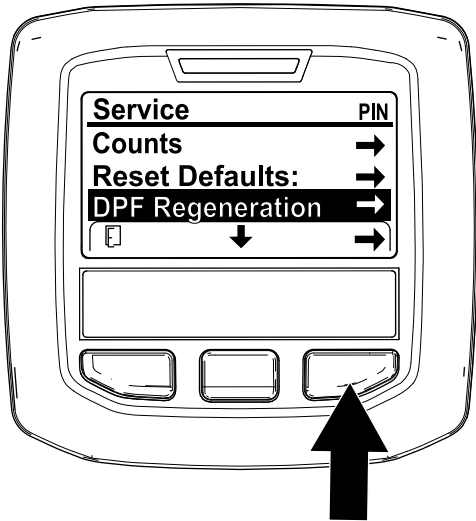

Figure 40
1. Ouvrez le menu Entretien, puis appuyez sur le bouton central pour naviguer jusqu'à l'option RÉGÉNÉRATION DU FAP (Figure 40).
2. Appuyez sur le bouton droit pour sélectionner l'option Régénération du FAP (Figure 40).